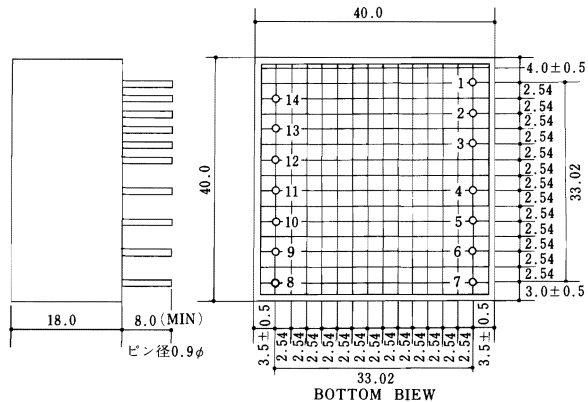

図 1 LGA-1ピン接続図
- (2) 基準点の安定度… $\pm 100ppm$ (MAX)
- (3) スケールファクタの安定度… $\pm 70ppm$ (MAX)
- (4) 対数直線性誤差… $\pm 0.3\%$ (MAX)
- (5) オフセット電圧… $\pm 80\mu V$ (MAX)
- (6) オフセットドリフト… $\pm 2\mu V/^\circ C$ (MAX)
- (7) 出力アンプ雑音… $4.5\mu V$ (MAX)
- (8) 使用温度範囲 …… $0^\circ C \sim 60^\circ C$
- (9) 保存温度範囲 …… $-20^\circ C \sim 80^\circ C$
- (10) 電 源 …… $\pm 12V \sim \pm 17V / \pm 3mA$ (MAX)
- (11) 寸法・重量 …… $40 \times 40 \times 18/45g$
- (12) ピン接続 …… 図 1